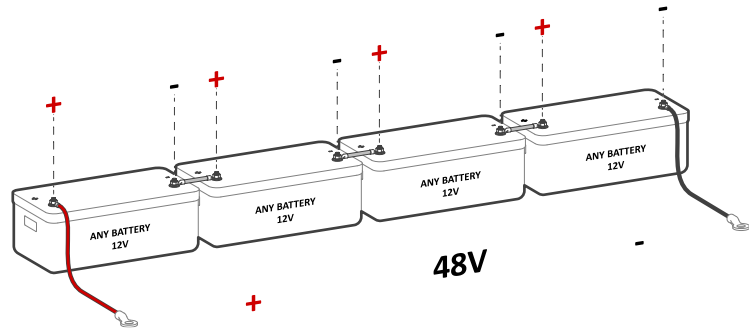

Figura 5b: Conexión de cuatro (4) baterías en serie de 12V
⚠ El Sol-Ark 5K-1P-N es un sistema de **48Vcd nominales**. **NO** conecte el inversor a ninguna otra configuración de voltaje. Si utiliza baterías de 12V, **NO DEBE** exceder cuatro (4) baterías en serie, tal como se observa en la figura 5b. El inversor puede trabajar con cualquier tipo de baterías siempre que se mantenga dentro del rango de operación de **40V a 60V**.